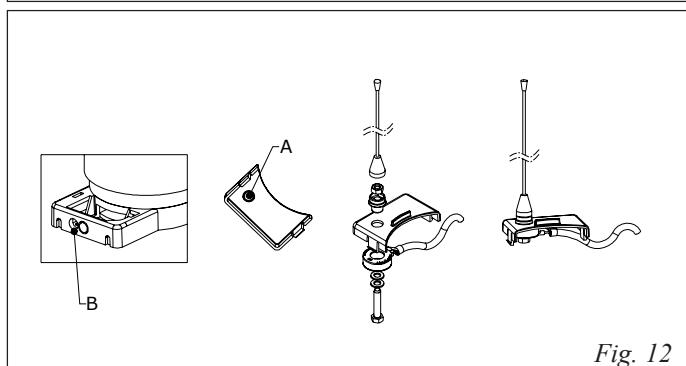

Fig. 12
- 1- Aprire il foro prefaturato, Ø 9, presente sul supporto antenna (Fig. 12 rif. A).
- 2- Montare l'antenna con gli accessori a corredo come illustrato in Fig. 12.
- 3- Infilare il cavo nel lampeggiante (Fig. 12 rif.B).